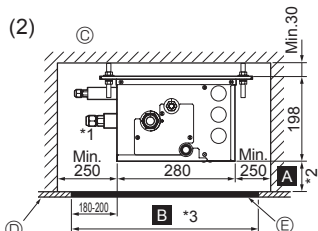
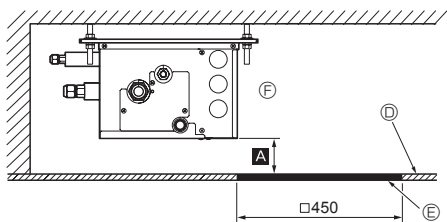

Fig. 4-6
Fig. 4-7
(2) Vue de profil (Fig. 4-6, Fig. 4-7)
Si la valeur est □ 450, préparer un orifice d'entretien du côté de la carte de circuit imprimé (comme illustré à la Fig. 4-7) et la distance Ⓐ doit correspondre à 300 mm minimum. Si la valeur est inférieure à 300 mm (par exemple, si Ⓐ correspond à 100 mm), le remplacement du boîtier de dérivation, des bobines du détendeur linéaire, des capteurs et de la vasque d'écoulement à partir d'un orifice d'entretien devient difficile (Seul le remplacement d'une carte de circuit imprimé est possible).